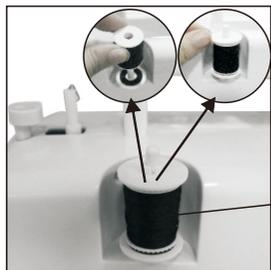

Fig.11
- (1) Coloque un carrete de hilo en el portacarrete (Fig. 11).